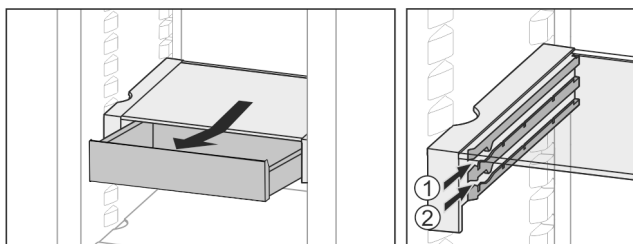

Fig. 38
- ▶ На любой высоте Fig. 38 (1) или Fig. 38 (2) вставить.